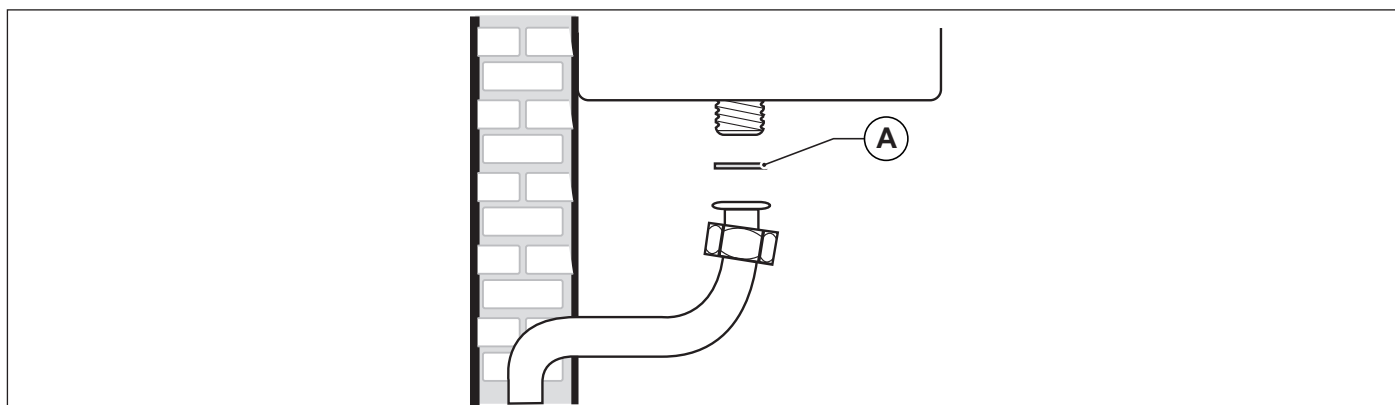

Fig. 8 Allacciamento alla rete del gas
E' OBBLIGATORIO, per collegare l'attacco gas della caldaia alla tubazione di alimentazione, interporre una guarnizione (A) a battuta di misure e materiali adeguati (vedi Fig. 8 Allacciamento alla rete del gas).